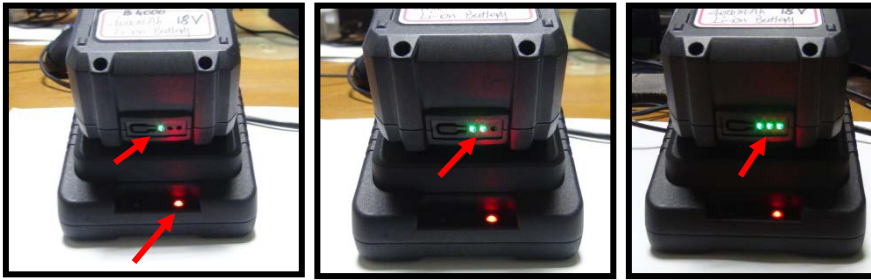

Рис.4 Рис.4а Рис.4б
- **Немигающий КРАСНЫЙ индикатор на зарядном устройстве** указывает, что зарядное устройство начало цикл зарядки (**Рис.4**).
- **Мигающий ЗЕЛЕНЫЙ индикатор на аккумуляторе** указывает, что аккумулятор заряжается (**Рис.4а**).
- **Три немигающих ЗЕЛЕНЫХ индикаторов на аккумуляторе** указывает, что аккумулятор полностью заряжен (**Рис.4б**).